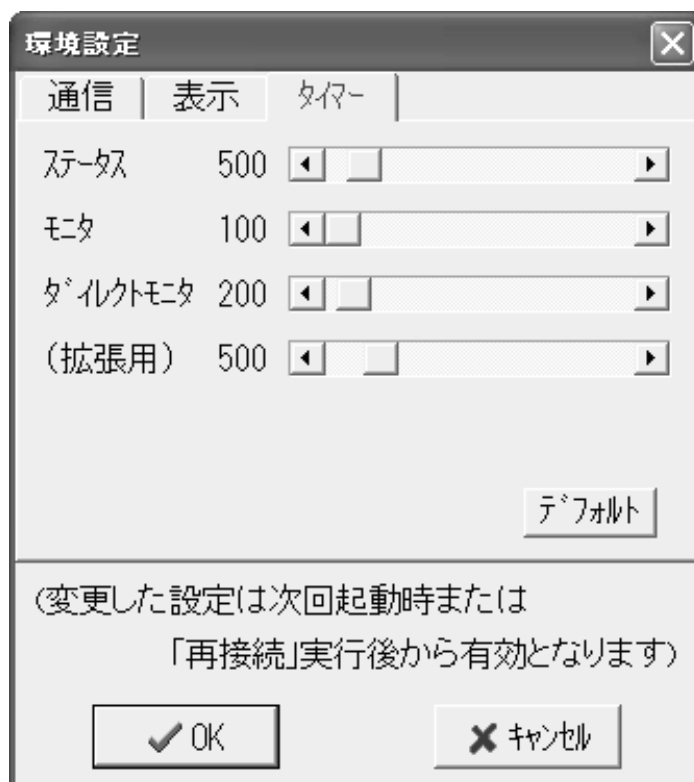

図9.7.3 環境設定 - タイマー
- d. **タイマー** のタブをクリックすると、図9.7.3の画面が表示されます。